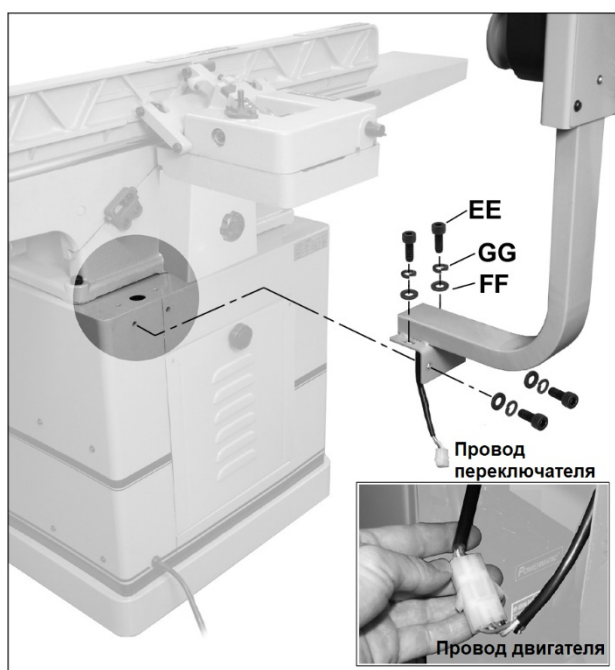

Рис. 10
См. Рис. 10.
2. Прикрутите консоль переключателя с помощью четырех винтов с внутренним шестигранником  $5/16''-18 \times 3/4''$  (EE), четырех стопорных шайб  $5/16''$  (GG) и четырех плоских шайб  $5/16''$  (FF). Используйте 6 мм шестигранный ключ.
3. Откройте дверцу тумбы и соедините разъемы проводов переключателя и двигателя, как показано на выносном виде Рис. 10.